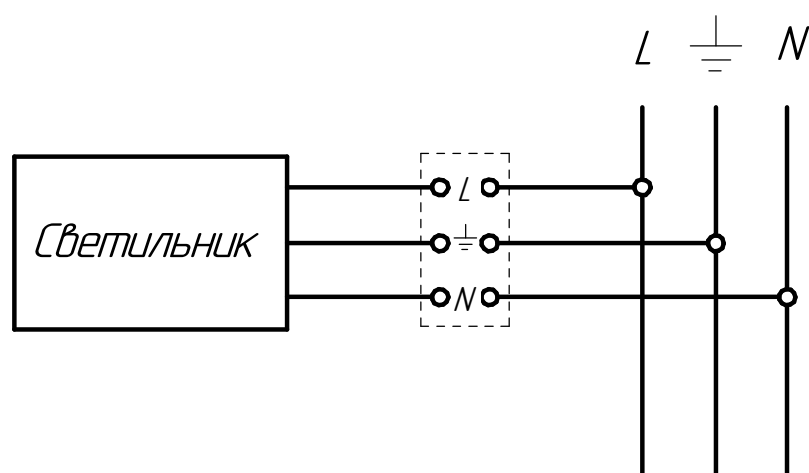

Рисунок 4. Схема подключения светильника к сети
7.6 Присоединить сетевой питающий кабель к контактам «L» «N» «Земля» сетевой клеммной колодки светильника в соответствии со схемой (Рис.4). Проверить надежность заземления.